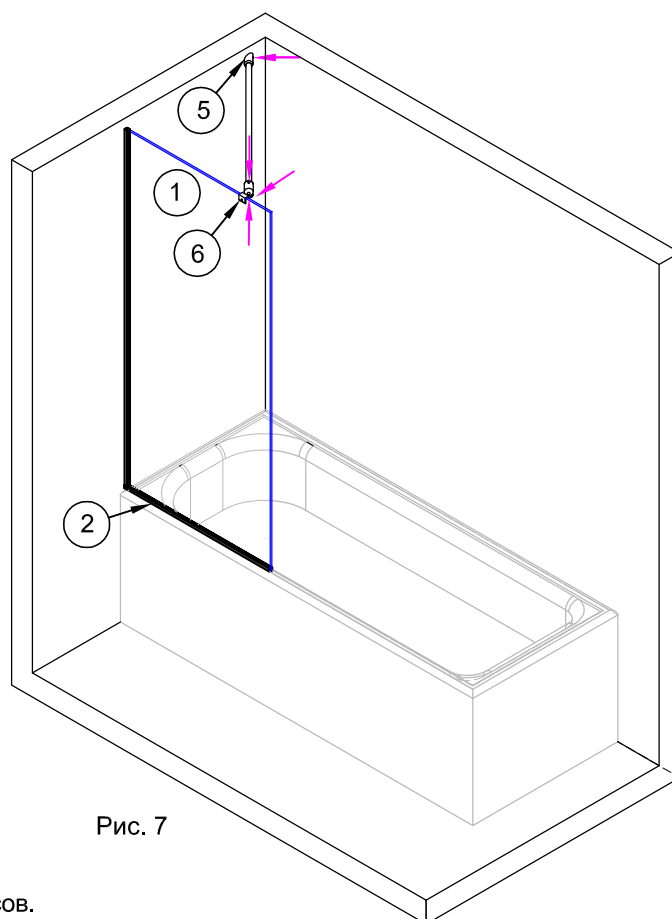

Рис. 7
3.6. Затянуть все фиксирующие винты на установленной на своё место собранной штанге (рис.7).